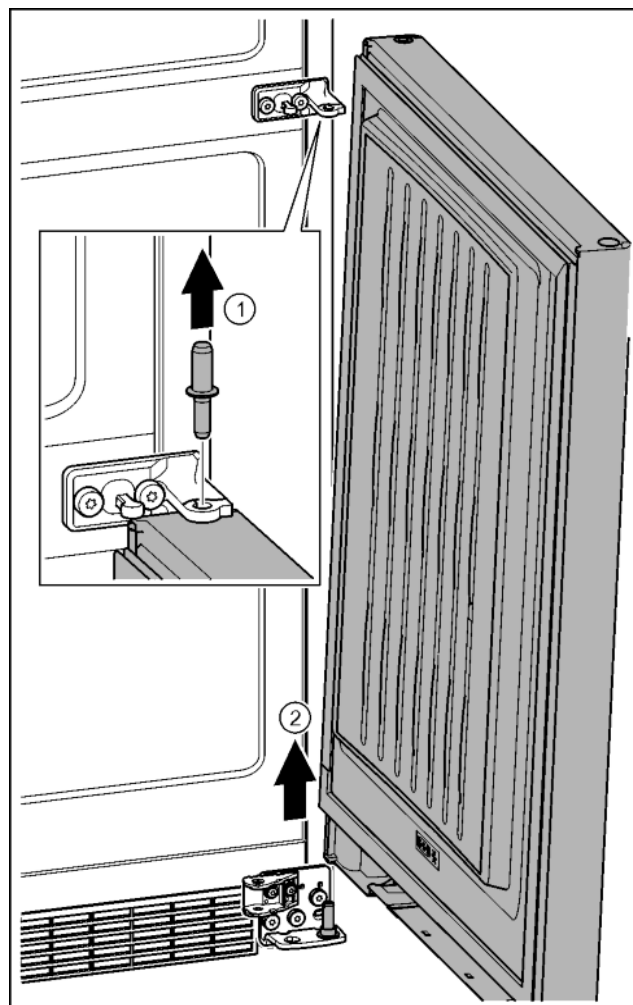

Fig. 27
- ▶ Sworznie wyjąć w górę. Fig. 27 (1)
- ▶ Drzwi wyjąć pociągając w górę, a następnie odstawić z boku. Fig. 27 (2)